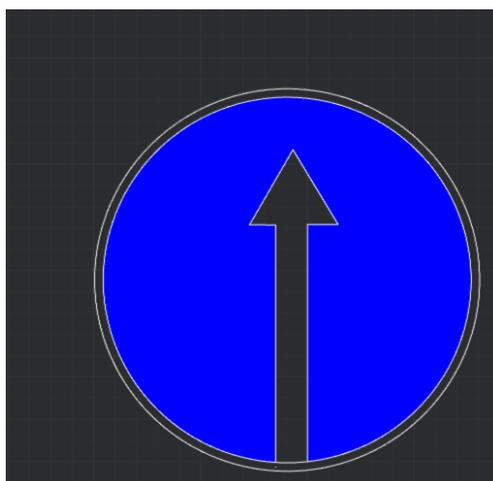

Рис. 3.57
9. Затем нажимаем на область, которую нужно закрасить. Она должна подсветиться зеленой, после щелка цвет становится фиолетовым. Нажимаем Enter. В высветившемся окошке нажимаем ОК. Штриховка заполнила нужное поле. (рис. 3.57).